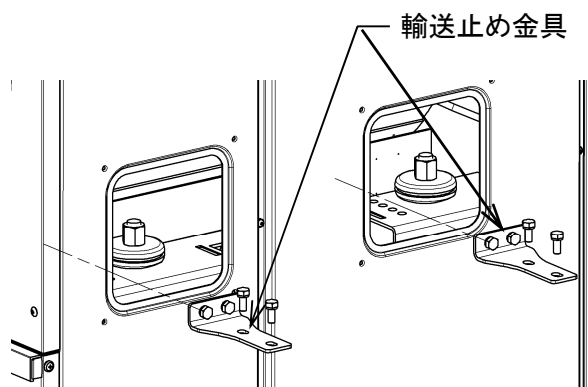

図 4-5
- ・ 左右計 4ヶ所の輸送止め金具を全て外します。(図 4-5)